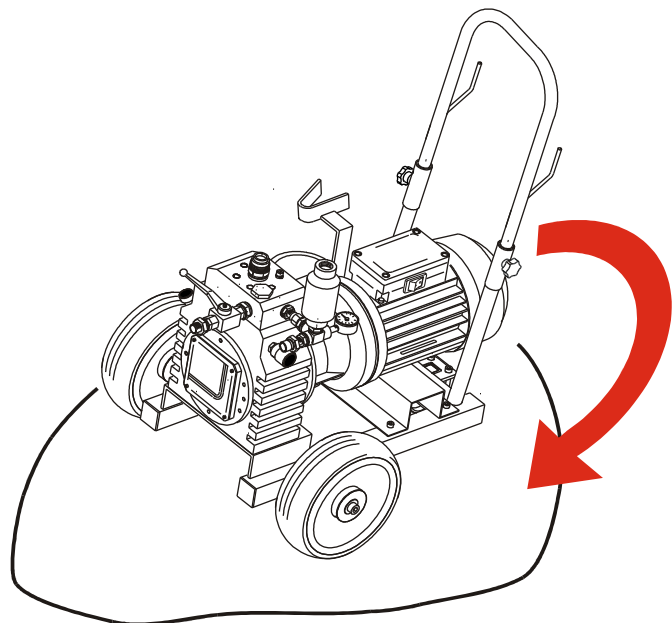

Fig.25
2) Controllare che la pompa sia in posizione stabile in modo da evitare il rovesciamento (fig. 25).